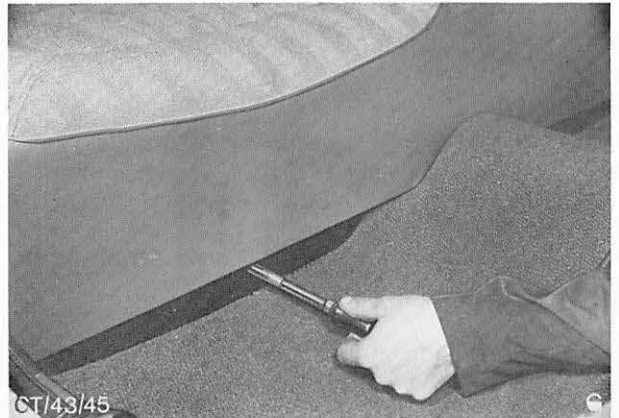

Abb. 31 Befestigungsschrauben (links und rechts des Gelenkweltunnels jeweils 1 Schraube) – Hintersitzkissen herausdrehen.
1. Hintersitzkissen ausbauen. Abb. 31.